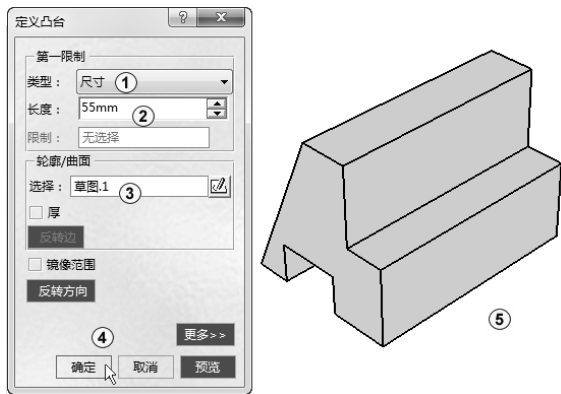

图 3-18 拉伸模型
4) 单击“凸台”按钮，系统弹出“定义凸台”对话框，单击“类型”下拉列表框，在弹出的下拉列表中选择“尺寸”，在“长度”文本框中输入 55，在“轮廓/曲面”选项组中的“选择”框中采用系统默认的“草图.1”作为拉伸面，如图 3-18 中①~③所示。其他采用默认设置，单击“确定”按钮完成凸台操作，结果如图 3-18 中④⑤所示。选择菜单“文件”→“保存”命令。